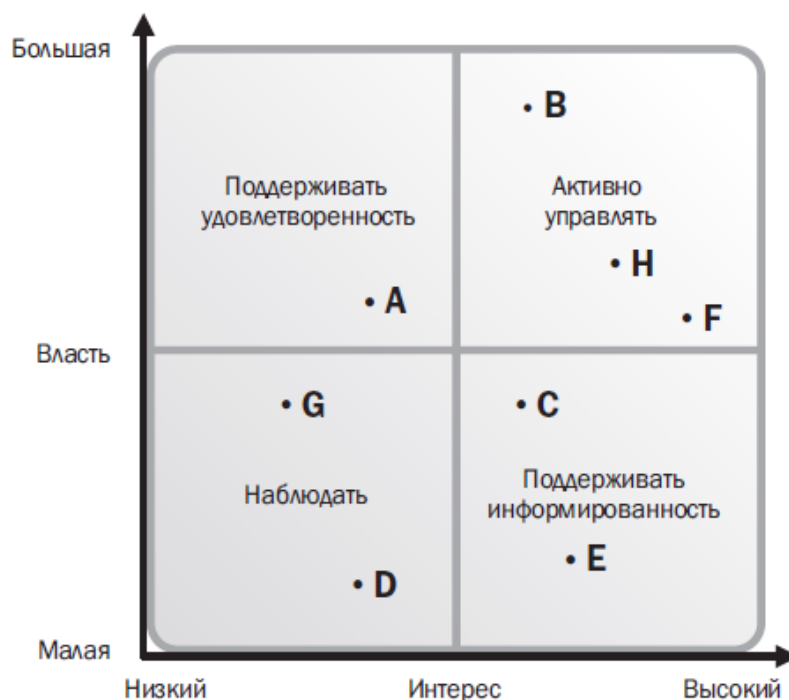

Рис. 3.6. Пример матрицы «власти/интересов»
1) **матрица власти/интересов** группирует ЗС на основе их уровня полномочий («власть») и уровня заинтересованности («интерес») в отношении результатов проекта (рис. 3.6);